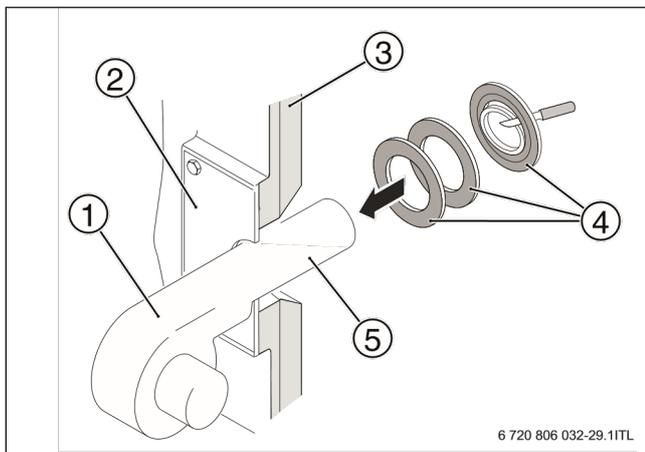

Рисунок 19 Монтаж горелки
- Закрепите болтами горелку (Рисунок 19, [1]) на плите [2].